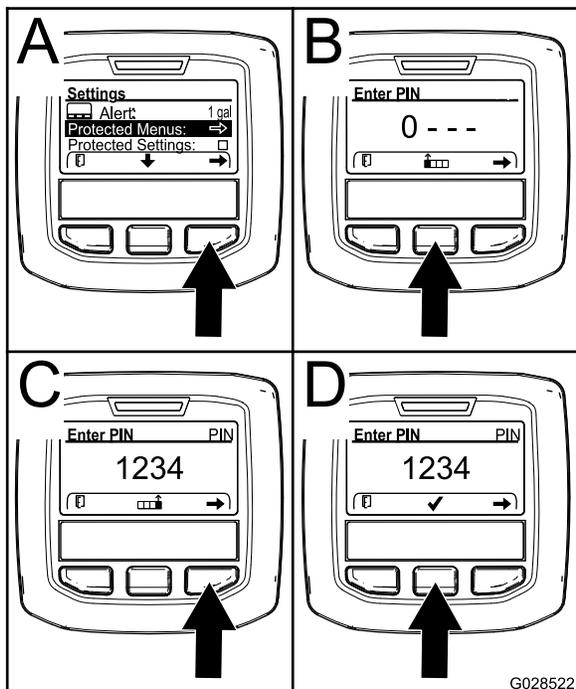

Рисунок 37
- В меню SETTINGS (НАСТРОЙКИ) с помощью средней кнопки прокрутите меню вниз к пункту PROTECTED MENU (ЗАЩИЩЕННОЕ МЕНЮ), и нажмите правую кнопку (Рисунок 37А).
- Чтобы ввести ПИН-код, нажмите среднюю кнопку и удерживайте ее в нажатом положении до появления первой цифры, затем нажмите правую кнопку, чтобы перейти на следующую цифру (Рисунок 37В и Рисунок 37С). Повторяйте этот пункт до тех пор, пока не будет введена последняя цифра, затем нажмите правую кнопку еще раз.